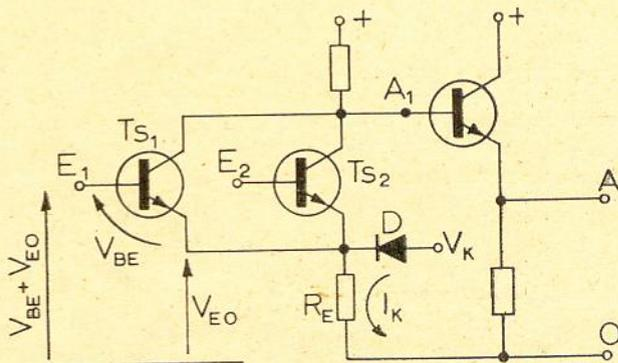

Figura 3
**ECTL** — O sistema ECTL evita a instabilidade da mudança de estado do transistor com variações de temperatura. O resistor  $R_E$  no emissor de  $T_{s1}$  e  $T_{s2}$  do circuito NOR da figura 3 recebe uma corrente  $I_K$  de uma fonte  $V_K$  através